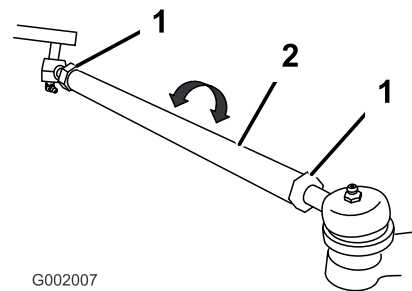

Рисунок 52
- Если измеренное значение не находится в пределах заданного диапазона, ослабьте контргайки с обоих концов тяг (Рисунок 52).